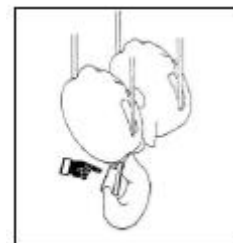

Fig. 7
- Controlar la integridad de las diversas partes del polipasto y, en particular: la rotación de las poleas, la rotación del gancho, la oscilación del suspensor, la eficiencia de funcionamiento de la seguridad del gancho (trinquete ver fig. 7.).